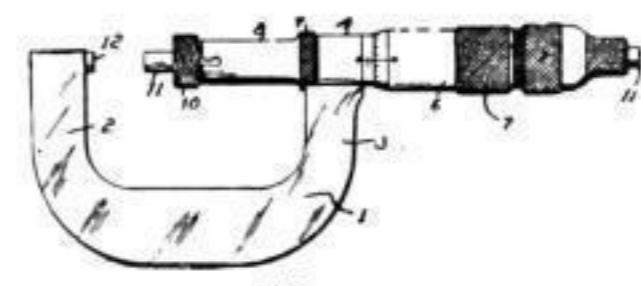

Abb. 4
Justierbares Mikrometer (Abb. 4). Bei diesem Mikrometer der bekannten Form, mit Mikrometerschraube und Einteilung, ist ein durchgehender Dorn (11) vorgesehen, der genau in der mit Schlitz und Spannmutter (10) versehenen Hülse (8) eingepaßt ist, und nachdem einjustiert, wird der Dorn mittelst der Spannmutter festgestellt.